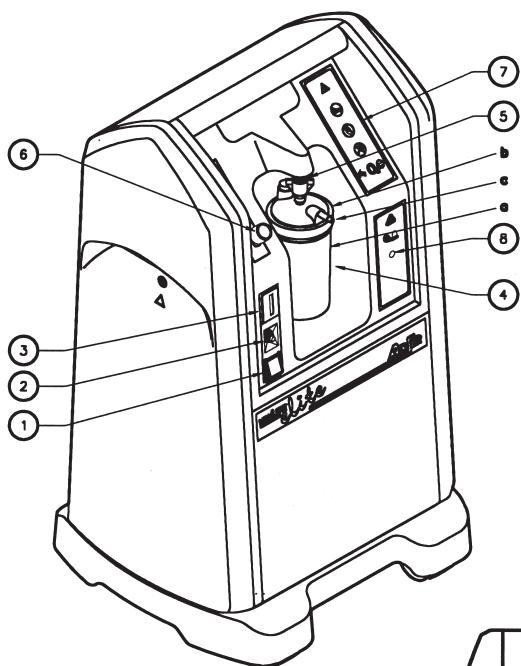

Fig. I.1
I.1 Lato anteriore (Fig. I.1).....	2-IT
### I. 1. Lato anteriore (Fig. I. 1)